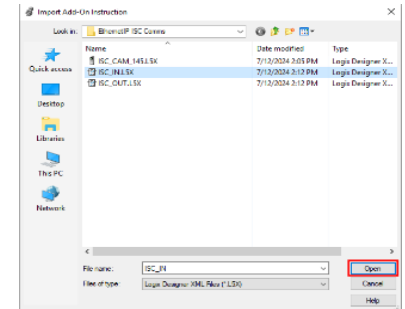

Figure 33: File Explorer Import Add-On Instruction – AOI_ISC_CAM_v2_INPUTS.L5K
17. 在文件资源管理器中，导航到“Import Add-On Instruction”，找到“AOI_ISC_CAM_v2_INPUTS.L5K”并打开该文件，见图33.